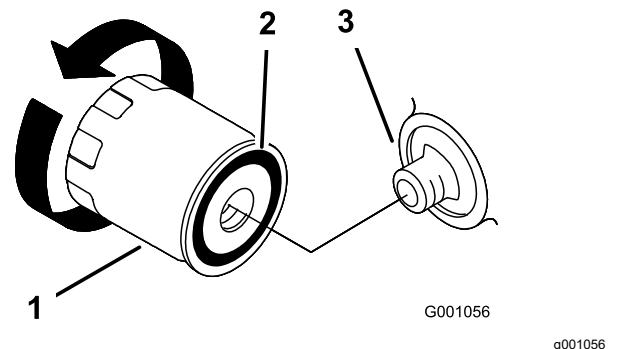

Figure 26
2. Déposez le filtre à huile usagé et essuyez la surface du joint (Figure 26)
3. Appliquez une fine couche d'huile neuve sur le joint en caoutchouc du filtre de rechange (Figure 26).
l'adaptateur, puis serrez le filtre de 2/3 de tour à 1 tour supplémentaire (Figure 26).